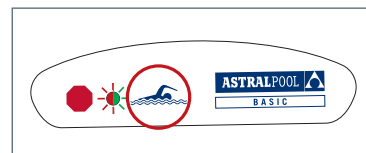

fig.3 - zone d'activation Basic™
■ appliquer et maintenir en place l'aimant sur le symbole du baigneur (fig. 3) de la centrale de détection jusqu'à l'émission par Remota™ d'un bip long et l'affichage sur son écran d'un code sous la forme "ID : XXXX – XXXX" (les X étant des chiffres et des lettres).